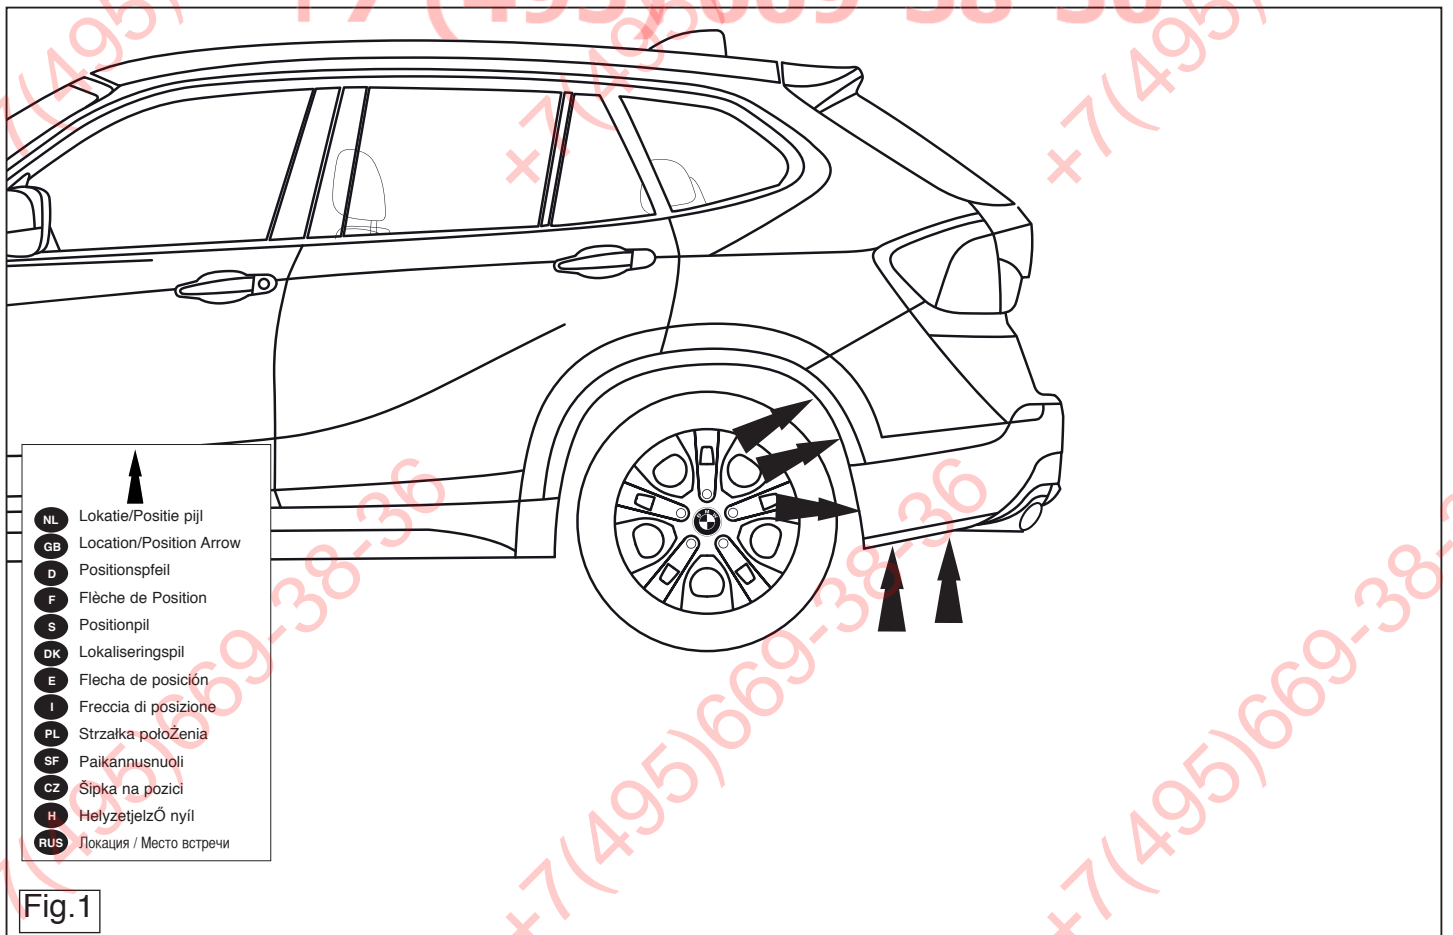

Fig.1
брыз больше не понадобятся. См. рисунок 1.
рисунок. (см. рис. 1+1a).
10. Установить бампер. (см. рис. 1+1a).
buffer beam will no longer be needed. See figure 1.
10. Fit the bumper. (See fig. 1+1a).